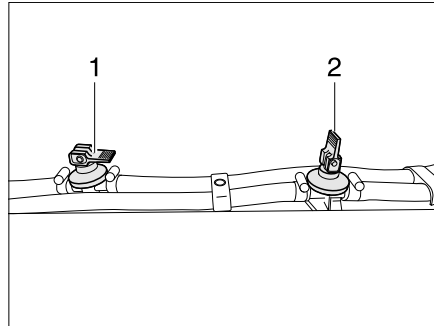

Fig. 357 Rubinetto di scarico
- Aprire tutti i rubinetti di scarico. A questo scopo posizionare verticalmente la leva a bilanciere (in Fig. 357,2).